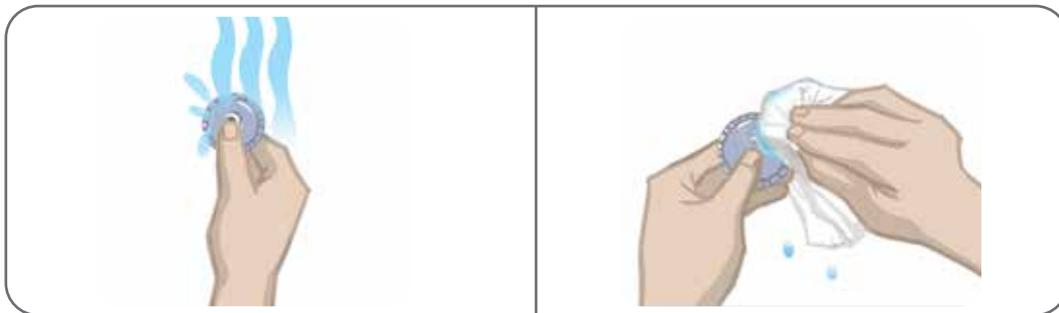

Ilustración 8-4: Cómo humedecer y eliminar el exceso de agua
4. Humedezca los Electrodos Round Cloth con agua corriente hasta que estén empapados. Consulte la ilustración 8-4.
5. Utilice un paño y limpie o seque con cuidado el exceso de agua del reverso (lado del broche) de los electrodos. Consulte la ilustración 8-4.